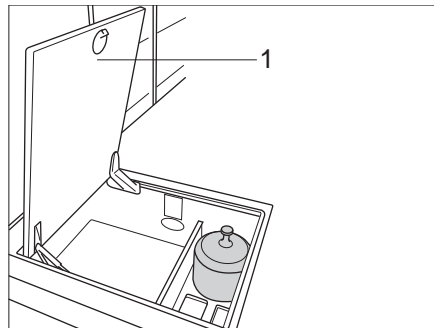

Bild 155 Symbole der Gasabsperrentile
- Außenklappe für Gaskasten öffnen (siehe Abschnitt Bild 155).
- Klappe im Boden des Fahrzeugs (Bild 155,1) öffnen.
- Klappe im Boden des Fahrzeugs (Bild 155,1) schließen.